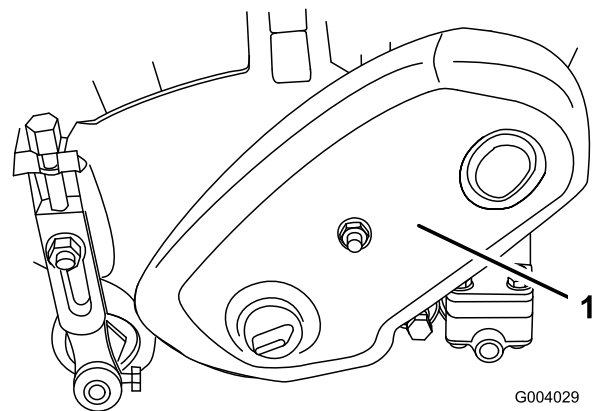

Figura 32
1. Retire las fijaciones de la cubierta de la correa y la cubierta para tener acceso a la correa (Figura 32).